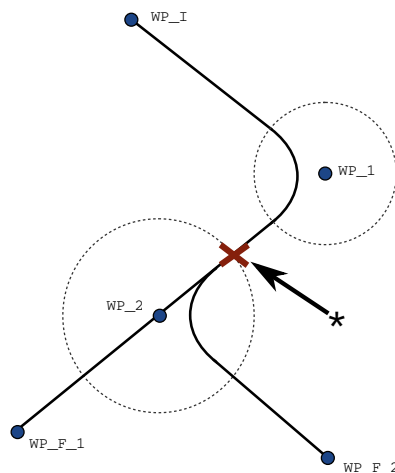

图 15.5: WP\_I 为初始路点，有两个潜在最终路点 WP\_F\_1 和 WP\_F\_2，取决于条件表达式。当机器手臂进入第二个交融时，条件 if 表达式被评估 (\*)。
**条件交融轨迹** 交融轨迹受设置交融半径的路点以及程序树中的下一个路点影响。也就是说，在图 15.5 中的程序中，围绕 WP\_1 的交融受 WP\_2 影响。在本例中，当围绕 WP\_2 交融时，其结果变得更显而易见。存在两个可能的结束位置，为确定哪一个是要交融的下一个路点，当输入交融半径时，机器人必须已经评估 digital\_input[1] 的当前读数。那意味着 if...then 表达式（或判断下一个路点的其它必要语句，如可变路点）在我们实际抵达 WP\_2 之前被评估，当审视程序序列时，这有点反直觉。如果某个路点是一个停止点，后接判断下一个路点的条件表达式（如：I/O 命令），当机器手臂停在该路点时执行该表达式。